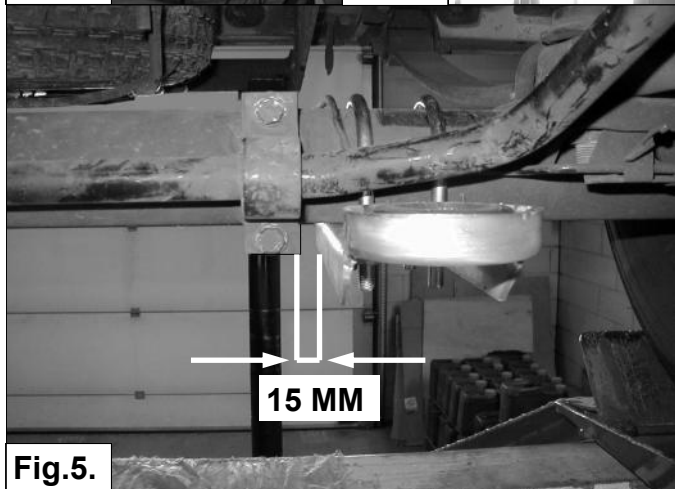

Fig.5.
5. Monteer de onderbeugel B met de U-bouten F 15 mm vanaf de stabilisatorstang steun. Let er op dat de afstand X aan de voorzijde gelijk is aan de achterzijde. Zet de moeren van de U-bouten vast met 20 Nm. Verbuig eventueel de remleiding voorzichtig zodat deze de hulpveer of de veerschotel niet kan raken. Zie fig. 5 en 6.